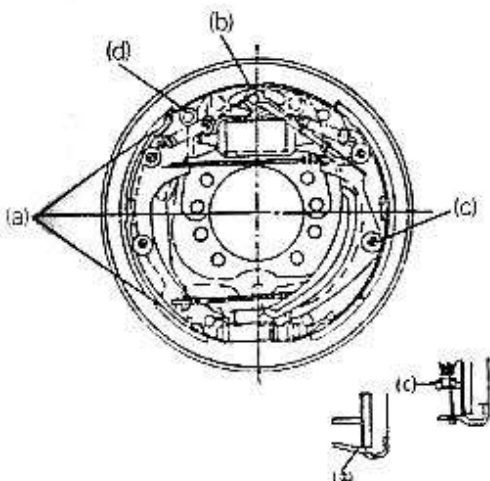
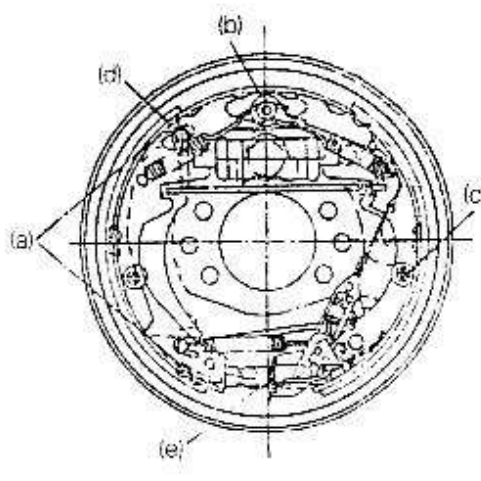

Рис. 6-21 2тонный погрузчик
Рис. 6-22 1-1,8тонный погрузчик и 3т, 4т погрузчик
(4) Покройте смазкой на основе кальция #2 места, указанные на Рис. 6-21 и Рис. 6-22 в (точках a, b, c, d). Будьте осторожны, чтобы не размазать масло по фрикционным накладкам.